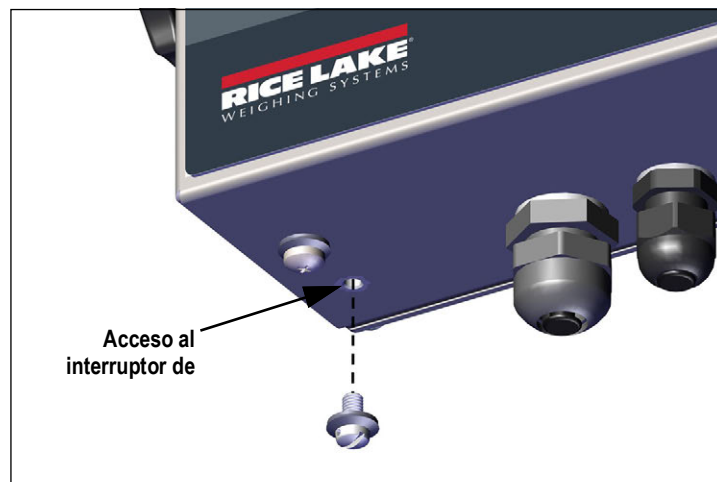

Figura 4-1. Acceso al interruptor de configuración
1. Presione el interruptor de configuración para acceder al modo de configuración (Figura 4-1 en la página 32). Se muestra **CONF, E**.